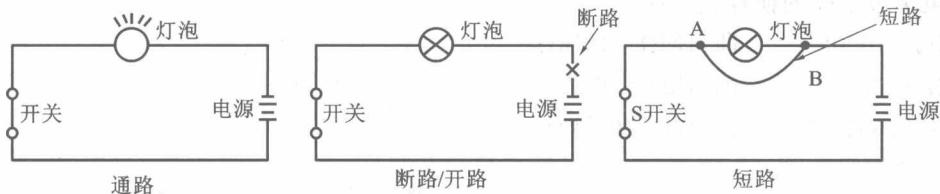

图 1-2 电路的三种状态
(2) 电路的三种状态: 通路、断路和短路(图 1-2)。
① 通路: 当电路中的开关 S 闭合, 电路形成回路。电流在回路中流动, 把电源提供的能量输送到灯泡等用电器, 灯泡点亮。
② 断路: 当电路中的开关 S 断开或者电路中的导线断开或其他电器因损坏而断开, 电路被切断, 灯泡不亮。此时电路中没有电流流过, 此状态称为断路或开路。
③ 短路: 在图 1-2 中, 如果灯泡的两端(A、B)用导线直接连通, 则灯泡被短路而不能点亮。这时, 电路里的电阻接近零, 电流将是正常通路的许多倍, 往往会损坏电源(如电池、发电机、变